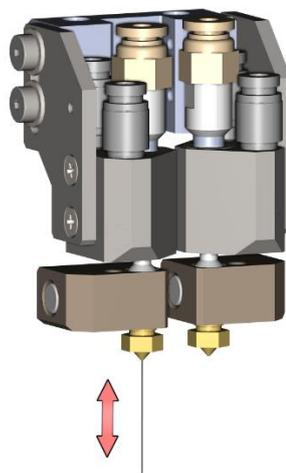

Рисунок 23 – Очистка сопла с помощью иглы
- возвратно-поступательным движением удалите частицы загрязнения (рисунок 23).